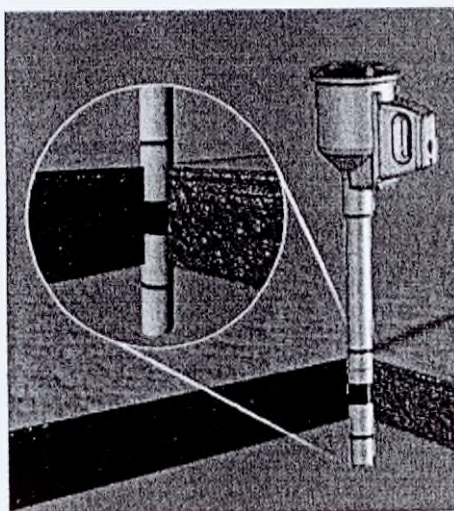

Рисунок 5 - Пример размещения удаленного центра
8. Удаленный центр канюли (промаркированный черным кольцом на канюле – см. рисунок 5) должен находиться в пределах границ стенки полости тела пациента в соответствии с конкретной методикой выполняемой операции. В случае пациентов с более толстой стенкой полости тела может потребоваться применение канюли большей длины, чтобы обеспечить нахождение